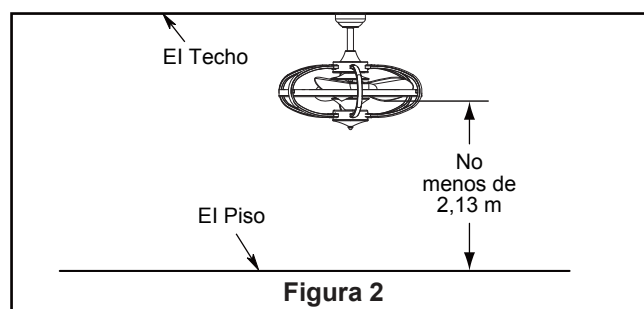

Figura 2
### Uso de perfil profundo (Figura 2)
2. Retire el clip de horquilla y pasador de horquilla de la parte inferior de la bola para colgar. Retener el pasador y clip para la reinstalación en el paso 4. (Figura 2)
Debe colgar el ventilador a una distancia mínima de 2,13 m desde las aspas hasta el piso. (Figura 2)
Para evitar una posible descarga eléctrica, asegúrese de cortar la alimentación eléctrica de la caja de fusibles principal antes de alambrado el ventilador. (Figura 2)
2. Coloque y ajuste firmemente la cubierta para el tornillo de la base sobre los tornillos de reborde de la abrazadera para colgar mediante el mecanismo de seguro por giro del chavetero. (Figura 2)
2. Restablezca la fuente de alimentación de la toma de corriente encendiendo la electricidad del fusible principal. (Figura 2)